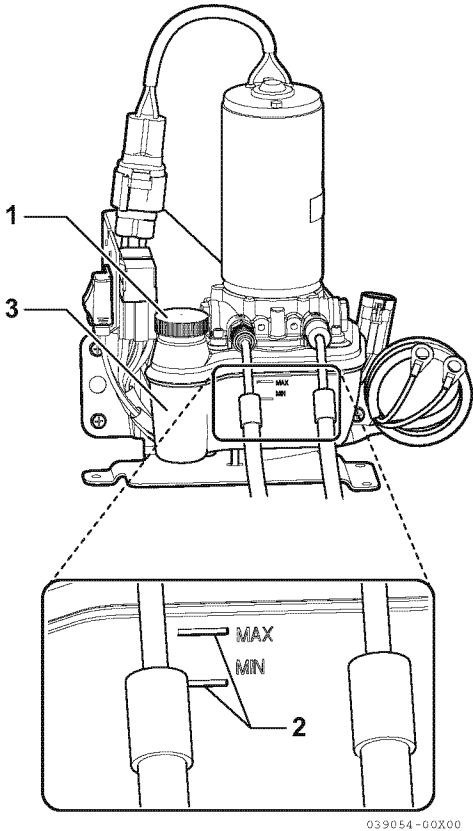

Figura 6
- 2. Desaparafuse e retire o conjunto do tampão de enchimento (1, **Figura 6**) do reservatório (3, **Figura 6**) com o fluido especificado.
- 3. Adicione óleo até o nível do óleo ficar situado entre as linhas MIN e MAX no depósito (2, **Figura 6**).